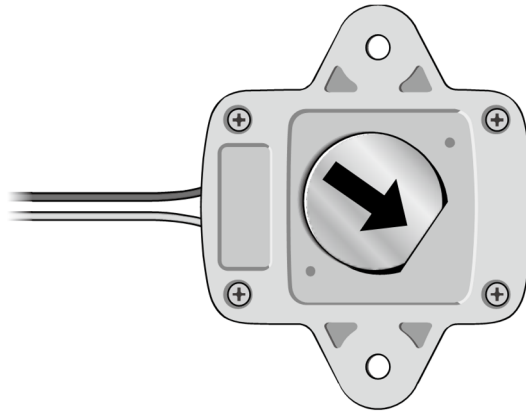

図13 電池の向きと挿入方向
4. 新品の電池の+電極を表にして、**図13**の矢印方向に従い爪の下へ挿入します。